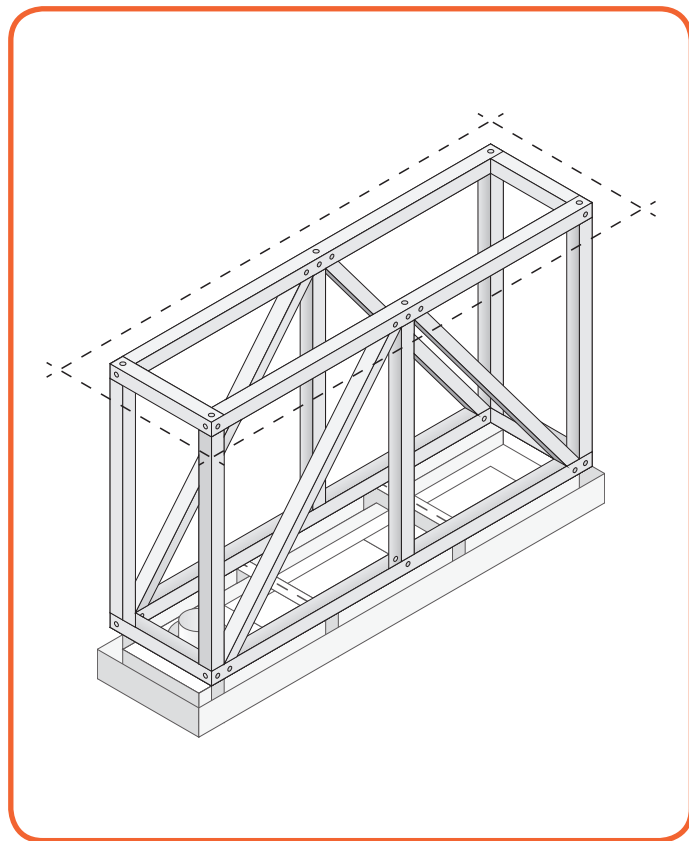

Figure 6.15 -
- Placez les barres transversales entre les profils utilisés pour un support supplémentaire et une fixation de la structure. (*Figure 6.15*)